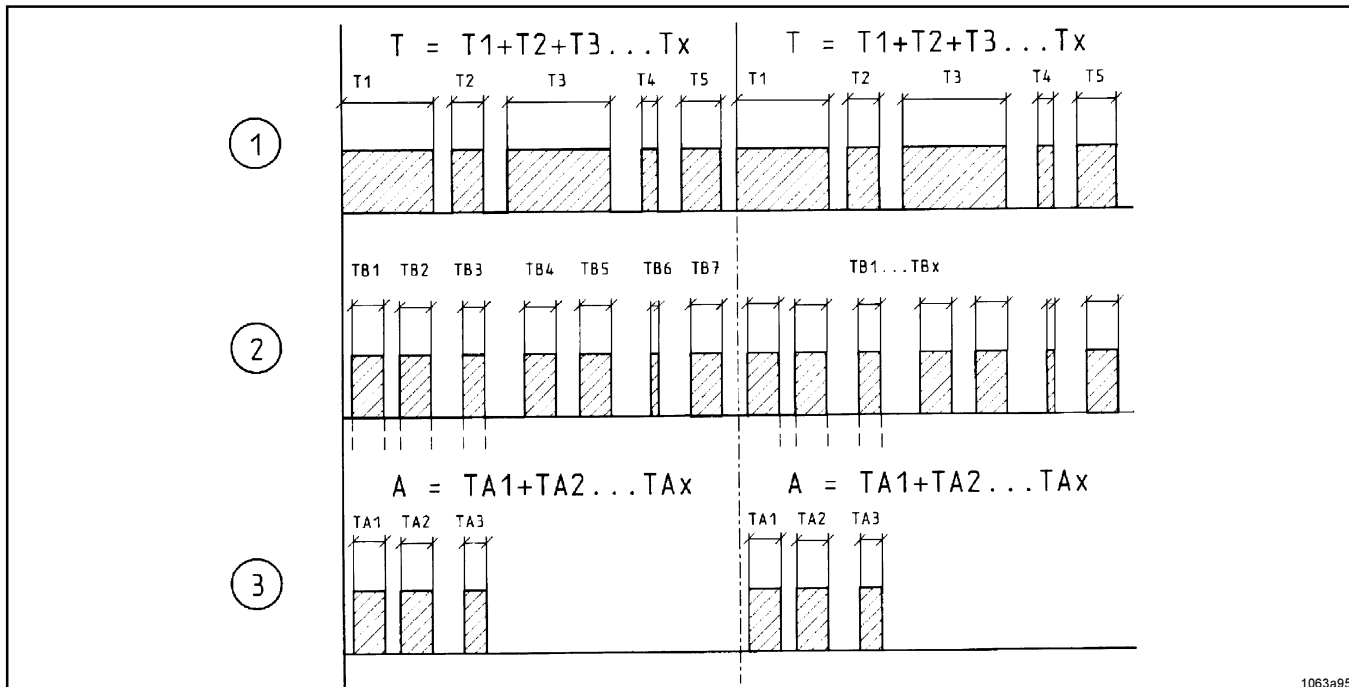

Fig. 6: - Diagramme des temps
- C'est pourquoi la pompe ne peut fonctionner que pendant les freinages. Voir Fig. 6.
- Dès que le détecteur de secousses transmet les mouvements de marche du véhicule au dispositif électronique, le cycle de disponibilité T (voir Fig. 6) démarre.
- Le temps de travail TA1 (Fig.6) démarre en même temps que le premier freinage TB1 et dure aussi longtemps que le freinage.